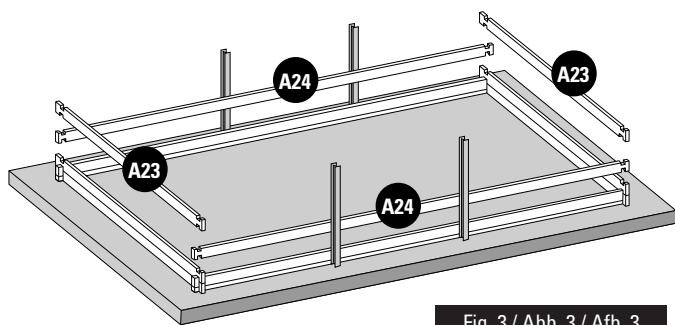

Fig. 3 / Abb. 3 / Afb. 3
EN **2nd LAYER OF BOARDS:** • Install the second layer of boards as shown in figure 3. • There is a wooden wedge in the structure packet to correctly assemble the boards. • Never directly hit against the boards. Do not hit them with anything metallic. This would inevitably damage the wood. • Try to correctly assemble the boards right from the start. There should not be any space between each layer of boards to avoid maladjustment of the higher boards.
FR **2ÈME RANGÉE DE MADRIERS :** • Positionnez les madriers de la deuxième rangée conformément à la figure 3. • De manière à emboîter correctement les madriers, une cale en bois est à votre disposition dans le colis de structure. • Ne pas taper directement sur les madriers. • Ne pas frapper avec une pièce métallique. Cela détériorerait le madrier irrémédiablement. • Veillez à emboîter bien à fond les madriers dès le départ. Il ne doit pas y avoir d'espace entre chaque rangée pour éviter un décalage au niveau des madriers supérieurs.
DE **2. BRETTERREIHE:** • Platzieren Sie die Bretter der zweiten Reihe laut Abb. 3. • Um die Bretter richtig anbringen zu können, finden Sie einen Holzkeil im Paket des Tragwerks. • Nicht direkt auf die Bretter klopfen. • Nicht mit einem Metallteil darauf klopfen. Es würde das Holz unabänderlich beschädigen. • Versuchen Sie, die Bretter von Anfang an tiefgehend ineinander zu fügen. Zwischen den Reihen darf kein Platz sein, um eine Fehlanpassung der oberen Bretter zu vermeiden.
NL **2ª RIJ PLANKEN:** • Plaats de planken van de tweede rij zoals aangegeven op afbeelding 3. • Om de planken correct te assembleren, zit er een houten wig in het pakket van het frame. • Sla niet direct op de planken. • Sla er niet direct op met metaal. Hierdoor raakt het hout onherstelbaar beschadigd. • Zorg ervoor dat de planken vanaf het begin stevig op elkaar aansluiten. Er mag geen ruimte tussen de rijen overblijven, om te voorkomen dat de bovenste houtdelen onregelmatig uitkomen.
- EN 3rd LAYER OF BOARDS:** Install the third layer of boards as shown in figure 3. The position of the refilling fitting with the key and the skimmer should be defined at the start of the assembly (read the specific paragraphs).
- FR 3^{ÈME} RANGÉE MADRIERS :** Positionnez les madriers de la 3^{ème} rangée conformément à la figure 3. Vous devez avoir déterminé l'emplacement de la buse de refoulement et du skimmer dès le début du montage (voir paragraphes spécifiques).
- DE 3. BRETTERREIH:** Platzieren Sie die Bretter der dritten Reihe laut Abb. 3. Zu Beginn der Montage müssen Sie die Lage des Druckventils und des Skimmers festlegen (lesen Sie hierzu die entsprechenden Abschnitte).
- NL 3ª RIJ PLANKEN:** Plaats de planken van de derde rij zoals te zien is op afbeelding 3. U moet al bij aanvang van de montage bepalen op welke plaats het uitstroommondstuk en de skimmer moet komen (less de betreffende paragrafen).